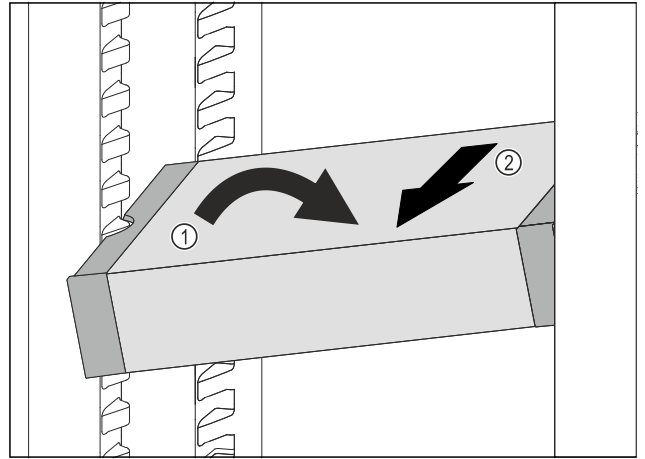

Fig. 109
- VarioSafe çekmecesini soęutma bölümünde eğik duruma getirin. Fig. 109 (1)
- VarioSafe çekmecesini öne doęru çekerek çıkarın. Fig. 109 (2)